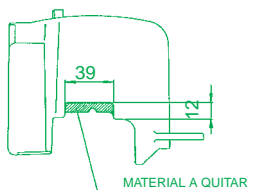

Fig. 1
- Introducir la junta de la culata (9) y la culata original limpia de cualquier depósito de carbono en los espárragos a tope en el cilindro.
- Montar el protector que envuelve el cilindro en el cilindro (modificado como indicado en la Fig. 1), el encañalador de aire y la nueva bujía (ver sección “Recomendaciones Importantes”).